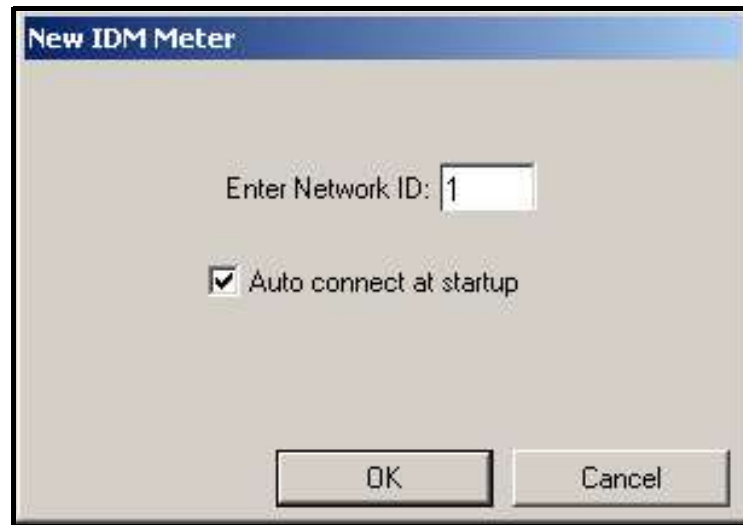

Figura 36: Nueva pantalla del medidor IDM
4. Se abrirá la pantalla *Nuevo medidor IDM* (véase *Figura 36*). Introduzca el número de ID de red del medidor y haga clic en [Aceptar].